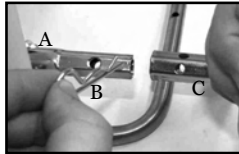

Figure 1
La poignée de pompe s'installe à l'une ou l'autre extrémité de l'arbre de la pompe (A). Pour installer la poignée de pompe, placez la poignée (C) sur l'arbre (A) en alignant le trou de la poignée de pompe et le trou de l'arbre. Poussez le côté droit de la goupille fendue (B) à travers le trou aligné tel qu'indiqué dans les figures 1 à 3. Il y a dans trous dans la poignée de la pompe pour permettre un montage de gaucher (fig. 4) ou droitier (fig. 5).